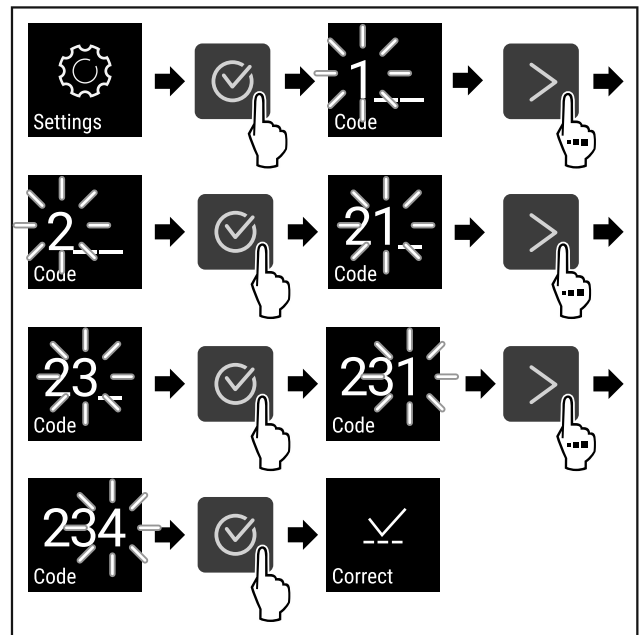

Fig. 71
- ▶ Stappen (zie Fig. 71) uitvoeren. Pincode invoeren.